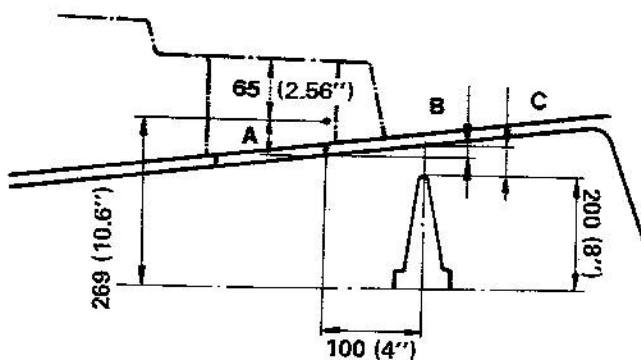

Fig. 10
4. Mät av mått B. Se fig. 10. Använd vinkel, vattenpass eller liknande vid uppmätningen.
4. Measure B. See Fig. 10. Use an angle, spirit level or similar for the measuring.